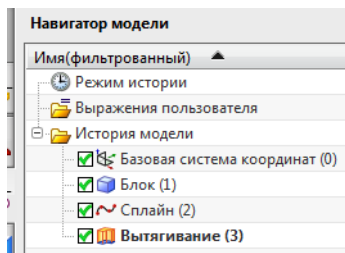

рис.90
- А на рис. 90,91 представлены соответствующие состояния навигатора модели.